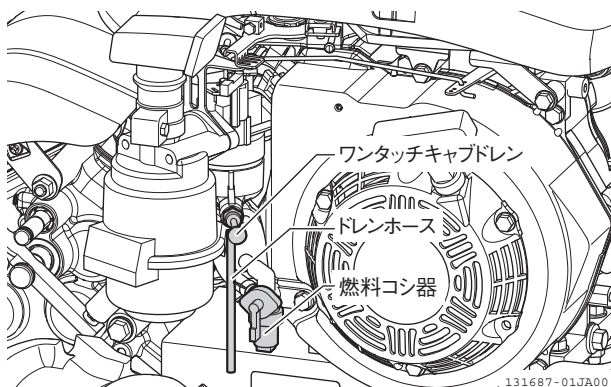

図 4-13 燃料の抜きかた
2. ワンタッチキャブドレンを引いて、キャブレター内の燃料を抜きます。(図 4-13)